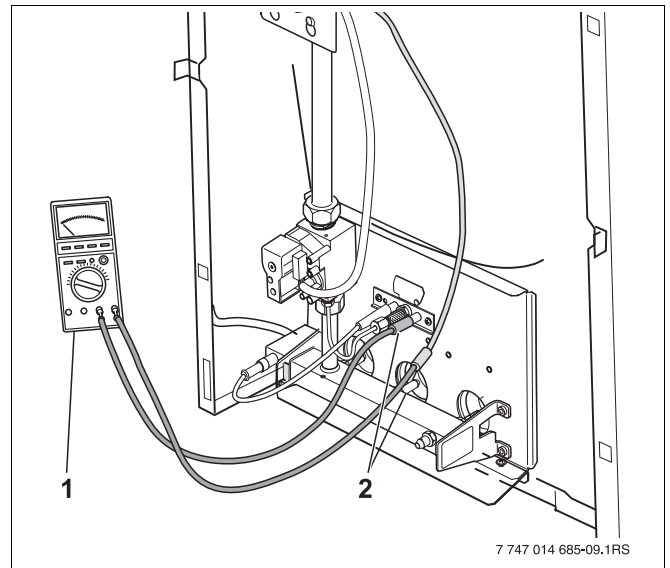

Abb. 30 Ionisationsstrom messen
- Messgerät (Abb. 30, **Pos. 1**) an den Kontakten der aufgetrennten Steckverbindung des Überwachungskabels (Abb. 30, **Pos. 2**) in Reihe anschließen.
- Am Messgerät (Abb. 30, **Pos. 1**) den μA -Gleichstrombereich wählen.
- Steckverbindung des Überwachungskabels (Abb. 30, **Pos. 2**) wieder zusammenstecken.